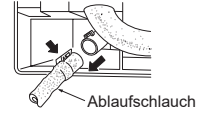

Abb. 2
- 3) Ziehen Sie den Ablaufschlauch links hinten am Innengerät heraus. (Abb. 2)